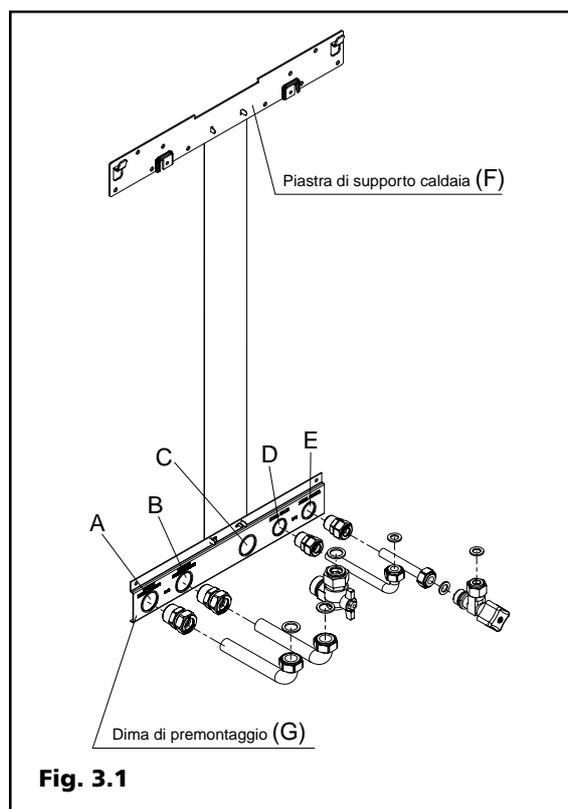

Fig. 3.1
Il Kit (Fig. 3.1) contiene:
3.4 Montaggio della piastra raccordi (Fig. 3.1)